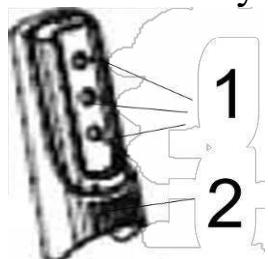

Рисунок 1
Установите индукционный датчик уровня перекачиваемой жидкости в один из разъемов (1) на панели датчика уровня жидкости (2) (смотрите рисунок 1 ниже). Когда уровень воды опустится ниже разъема, в котором установлен индукционный датчик, насос автоматически выключится. Когда уровень воды поднимется выше разъема, в котором установлен индукционный датчик,